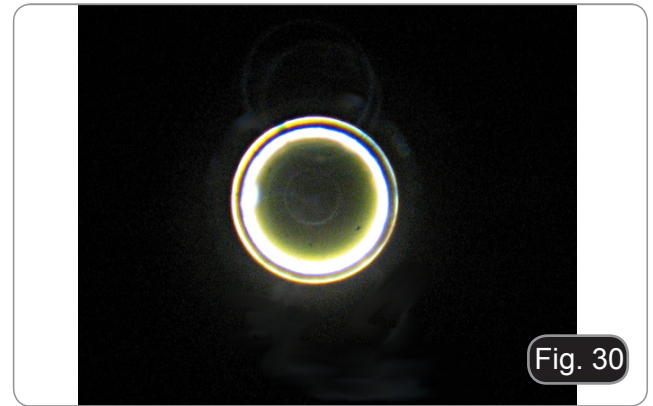

Fig. 30
11. Girando la parte superior del telescopio de centrado se enfoca la imagen del anillo de luz visible en la periferia del campo de visión. (Fig. 30)